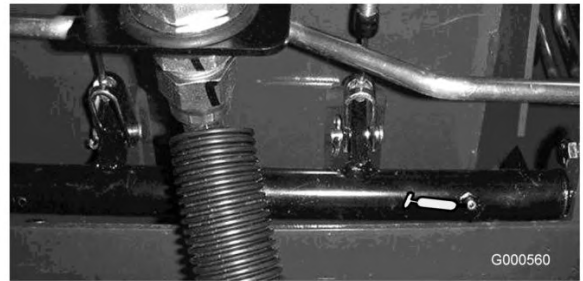

Figura 24
- Cuscinetti orientabili (5) dell'albero del freno (Figura 24)